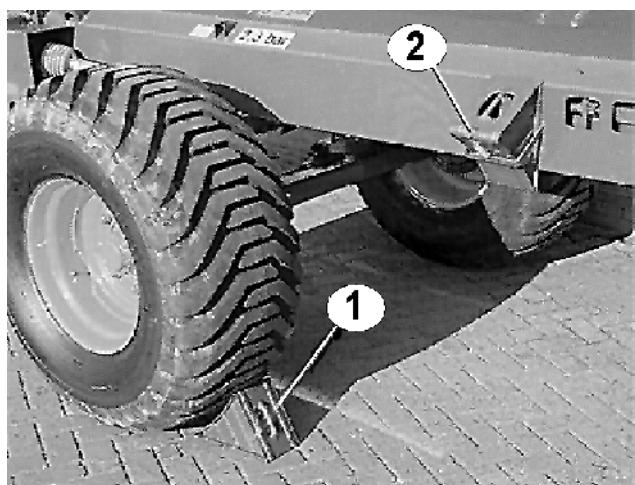

Рис. 17
- Уберите противооткатные упоры для колес и установите в крепежных приспособлениях (Рис. 17/2) на раме, а затем закрепите.